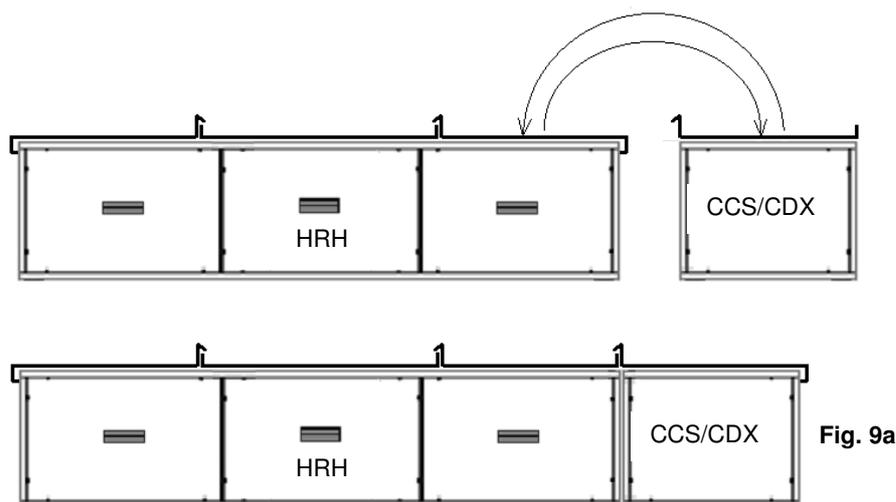

Fig. 9a
- Para los módulos externos CCS/CDX, sean estos de ejecución horizontal o vertical, es suministrado un techo de protección el cual, antes del acoplamiento con la unidad base según las instrucciones del sucesivo 4.5, debe ser intercambiado con el elemento de techo de la unidad colocado en la extremidad de acoplamiento (**fig. 9a**).